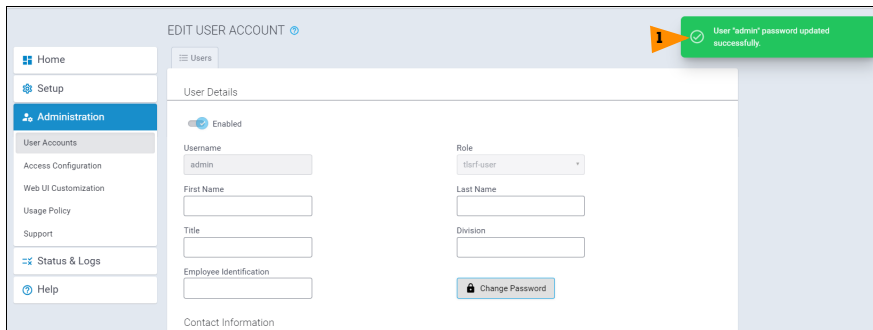

Abbildung 11. Benachrichtigung „Password Updated Successfully“
- Die Meldung beachten, dass das Passwort erfolgreich aktualisiert wurde (Punkt 1, Abbildung 11). Die Benachrichtigung kann ausgeblendet werden.